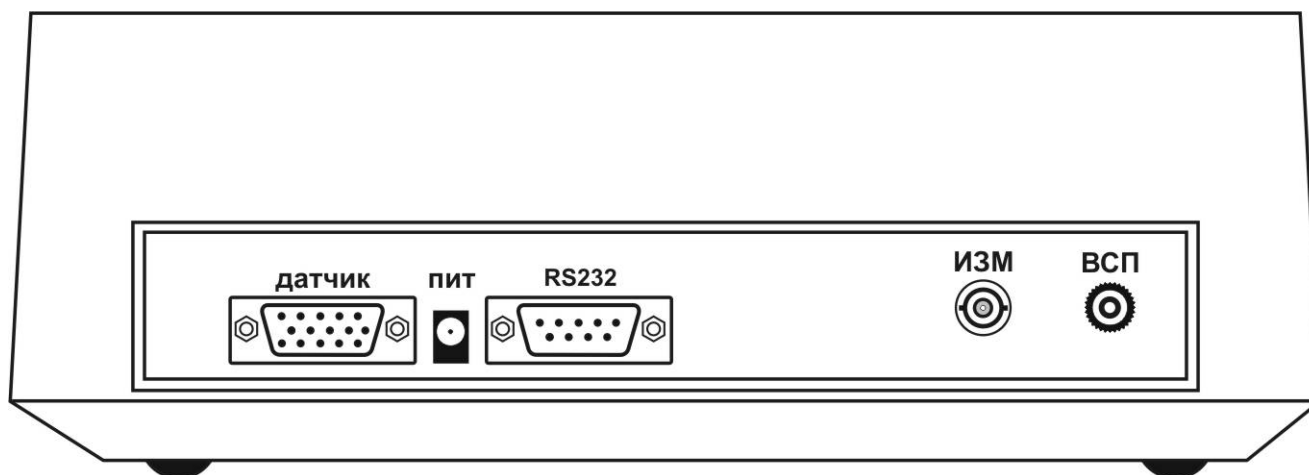

Рисунок 5.1 – Внешний вид ИП в переносном исполнении в комплекте с комбинированным рН-электродом и температурным датчиком.
5.2.2.1 Внешний вид ИП в переносном исполнении в комплекте с комбинированным рН-электродом и температурным датчиком приведен на рис. 5.1.